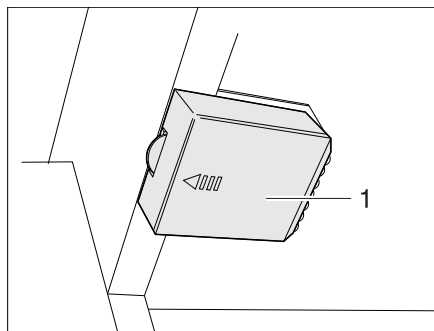

Fig. 161 Lámpara del armario ropero con LED, compartimiento de la batería cerrado
- Deslizar la tapa (Fig. 161,1) en sentido de la flecha.